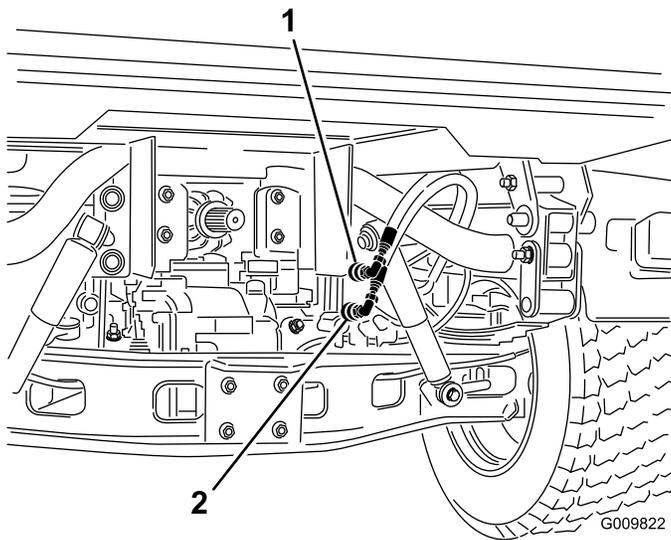

Bild 92
2. Schließen Sie an beiden Fahrzeugen die beiden Schnellkupplungsschläuche von den Schläuchen ab, die an der Schnellkupplungshalterung befestigt sind (Bild 92).